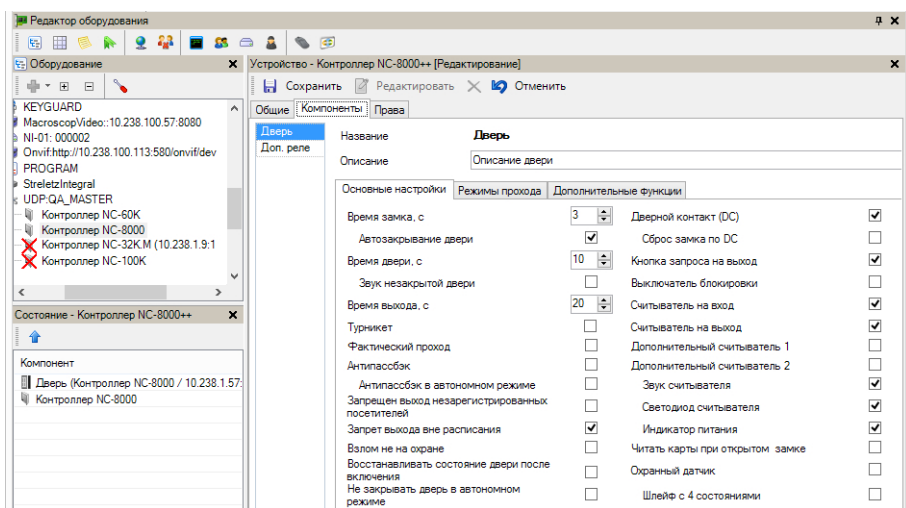

Рисунок 26. Настройка контроллера в ParsecNET 3
- интерфейса NI-A01-USB (рисунок 26);